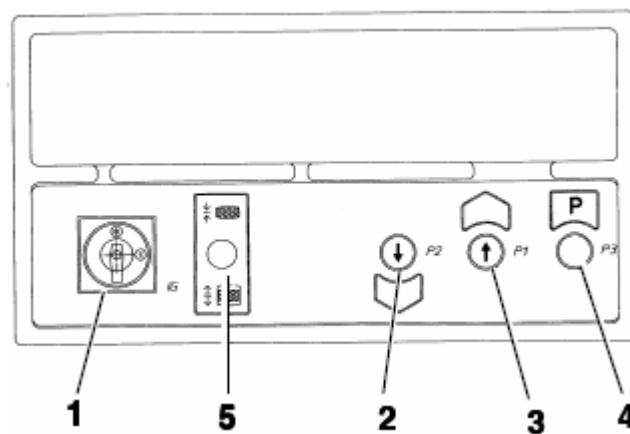

Рис. 37
**Up («Вверх»)** – (см. Рис. 37) Поверните главный выключатель (1) в положение 1.